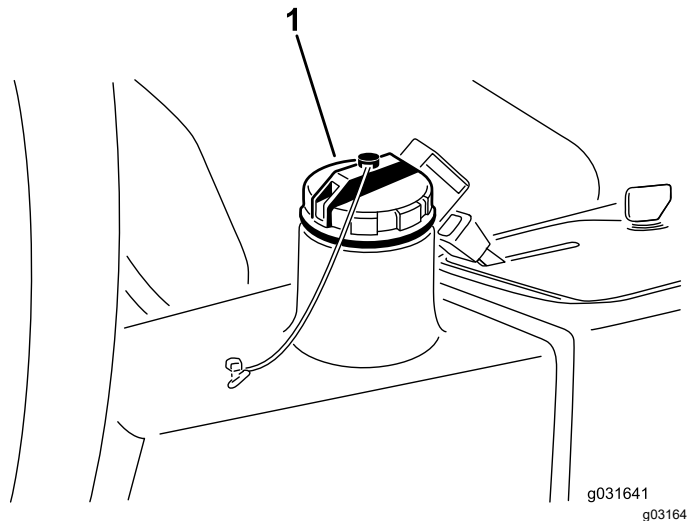

Рисунок 66
4. Залейте в бак (Рисунок 66) приблизительно 13,2 литра гидравлической жидкости; см. разделы Характеристики гидравлической жидкости (страница 60) и Проверка уровня гидравлической жидкости (страница 61).